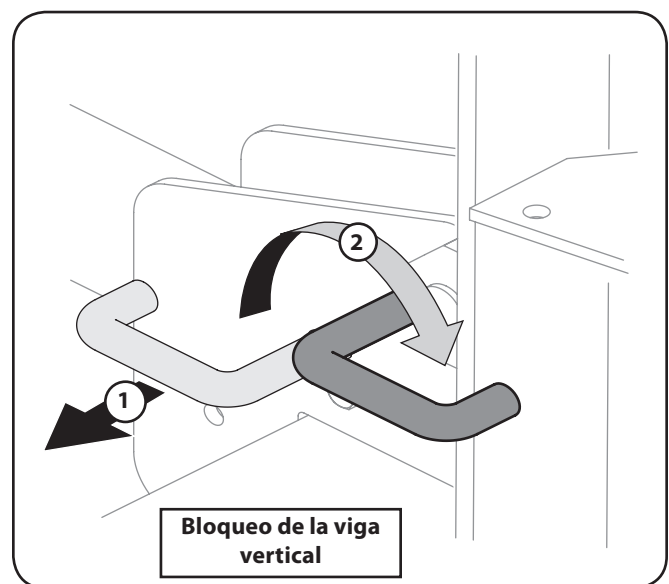

Figura 5-1
- a. Tire del bloqueo de vigueta vertical hacia afuera y rótelo hacia abajo. Vea la Figura 5-1. Gire la vigueta a la posición horizontal.